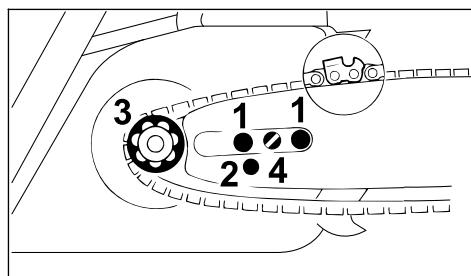

Рис. 36
- Направляющую шину наложить на болты (рис. 36, поз. 1) – режущие края пильной цепи должны быть направлены вправо
- Фиксирующее отверстие (рис. 36, поз. 2) уложить над цапфой прижимной задвижки – одновременно пильную цепь уложить над цепной звездочкой (рис. 36, поз.3)
- Болт (рис. 36, поз. 4) поворачивать вправо, пока пильная цепь не будет слегка провисать – а выступы ведущих звеньев не войдут в паз шины